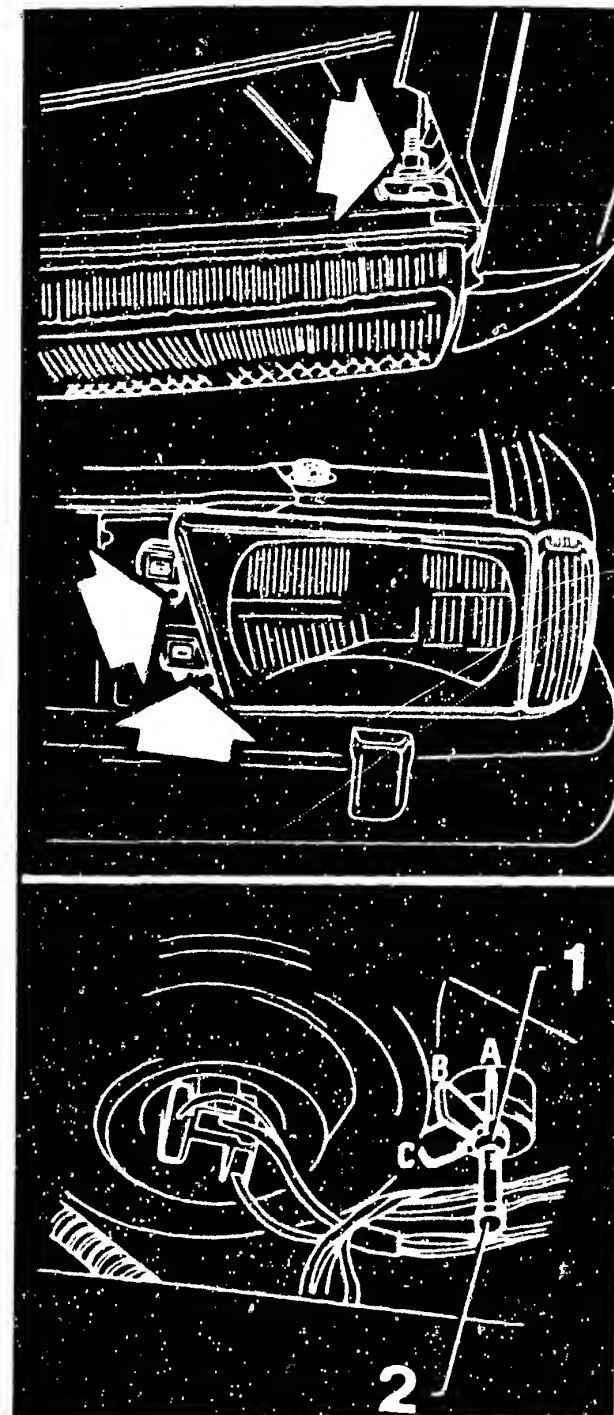

Bild 50 Oben: Die drei Befestigungsschrauben des Scheinwerfers lassen sich nach Abnahme des Kühlergrills lösen.
a) Die **Scheinwerfer** sind komplett mit dem Blinkergehäuse auszubauen, wozu das Kühlergitter abzunehmen ist (Bild 50). Das Auswechseln der Glühlampen und Einstellen der Scheinwerfer erfolgt vom Motorraum aus.